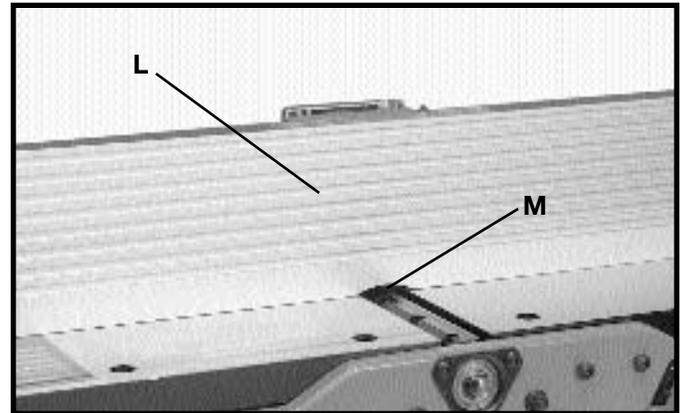

Fig. 11
5. Coloque la guía (L) Fig. 11, de tal manera que la sección redondeada (M) en el fondo de la guía quede sobre la abertura del cabezal de corte, como se ilustra aquí.